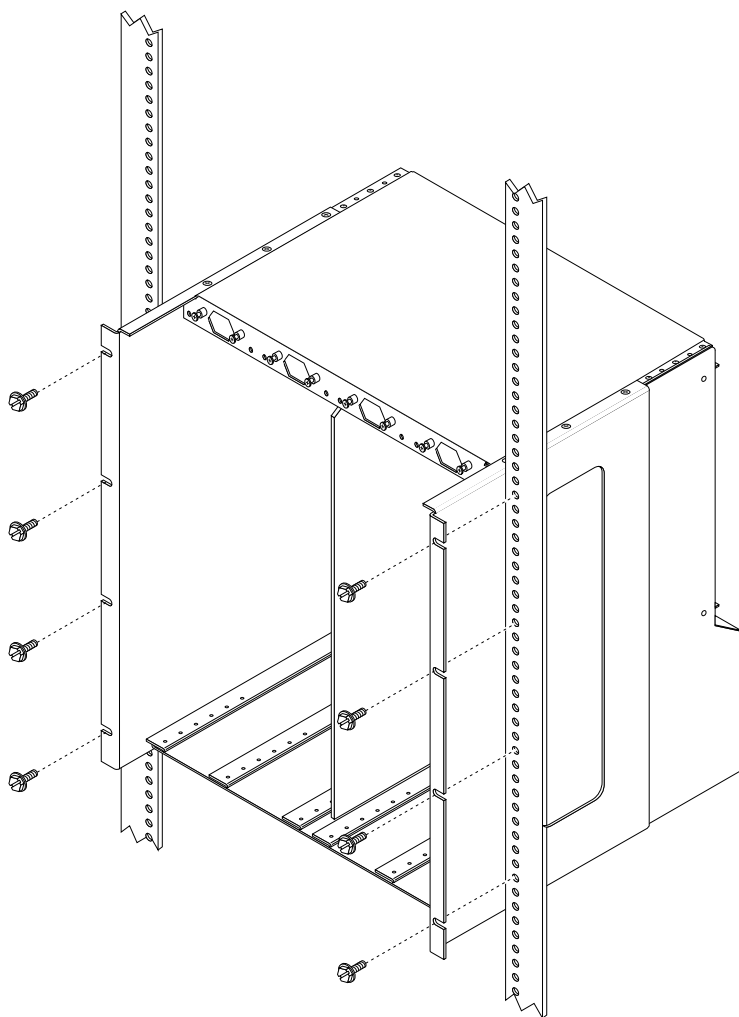

図 3-3 ラックへの Netra ct のシャーシ取り付け
1. Netra ct のシャーシをラックの適切な高さまで持ち上げ、ラックレールにある取り付け穴と、シャーシの両側にある取り付け穴を合わせます (図 3-3)。